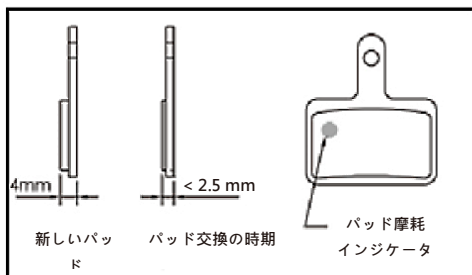

図 I-1 ブレーキパッドの摩耗度合いの確認
▲ 注意：ブレーキパッド全体の厚さ（パッド部分+バックプレート）が 2.5mm 未満のとき、またはパッドのウエアインジケータが現れた場合は、パッドを交換する必要があります。（図 I-1）
- ・ ブレーキパッドの厚みを確認してください。左右のパッドの合計の厚みが推奨値を超えていることを確認してください。（参照：図 I-1）